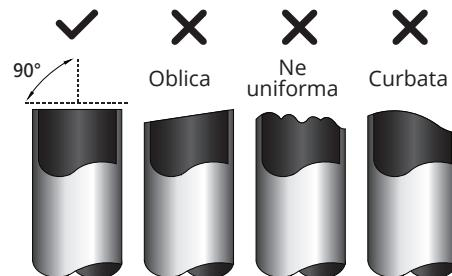

Fig. 7.1
- Asigurati-v-a ca unghiul de tajere este de 90°, perfect. Consultati fig. 7.1 pentru exemple de tajere imperfecta.